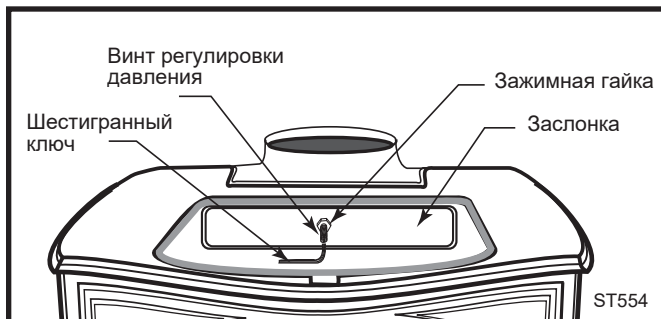

Рис. 43 Отрегулируйте заслонку шестигранным ключом.
1. Снимите решетку. Открутите зажимную гайку в центре заслонки (рис. 43).